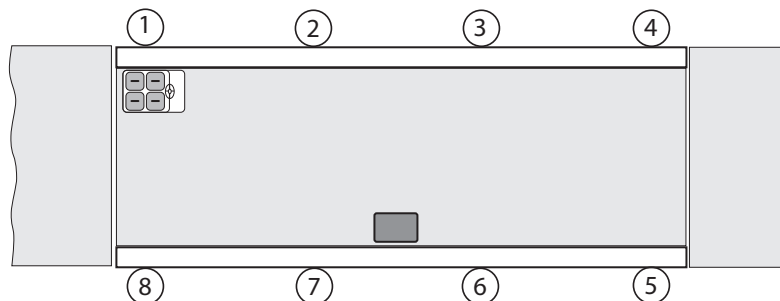

Figura 7-2. Regulación de la Celda de Carga Número Uno
1. Estacione el carrito con pesas lo más cerca posible al Lado 1 que se regula, con las ruedas centradas sobre el montaje de la celda de carga (Número 1 en la Figura 7-2). Recuerde que la báscula aún no está calibrada, de tal manera que las lecturas son solo lecturas “crudas” más que unidades de peso.